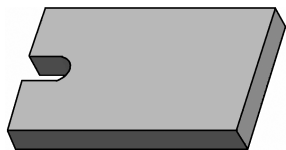
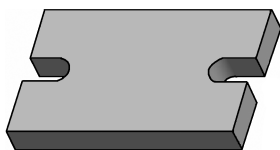
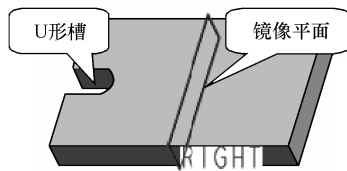

图 8-4 原模型
图 8-5 完成的特征
图 8-6 设置镜像平面
【例 8-1】 根据如图 8-4 所示的模型，创建如图 8-5 所示的模型。
- (1) 打开“\ 例题 \ 第 8 章 \ liti8-1. prt”，如图 8-4 所示。
- (2) 在图形区或模型树选择左侧的 U 形槽，在【编辑特征】工具栏中单击【镜像】按钮，弹出【镜像】操控板，对话框中的【镜像平面】收集器处于激活状态。
- (3) 在图形区选择“RIGHT”基准面作为镜像平面，如图 8-6 所示。
- (4) 单击【控制区】的【应用】按钮即可完成特征的镜像。